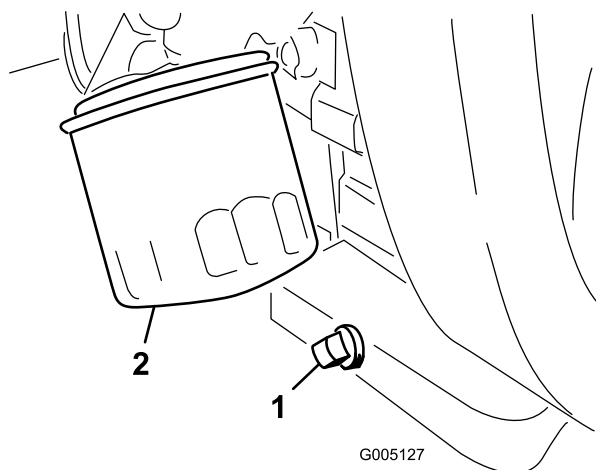

図 34
2. オイルフィルタ (図 34) を外す。新しいフィルタのガスケットに薄くエンジン・オイルを塗る。
1. ドレン・プラグ (図 34) を外してオイルを容器に受ける。オイルが抜けたらドレン・プラグを取り付ける。